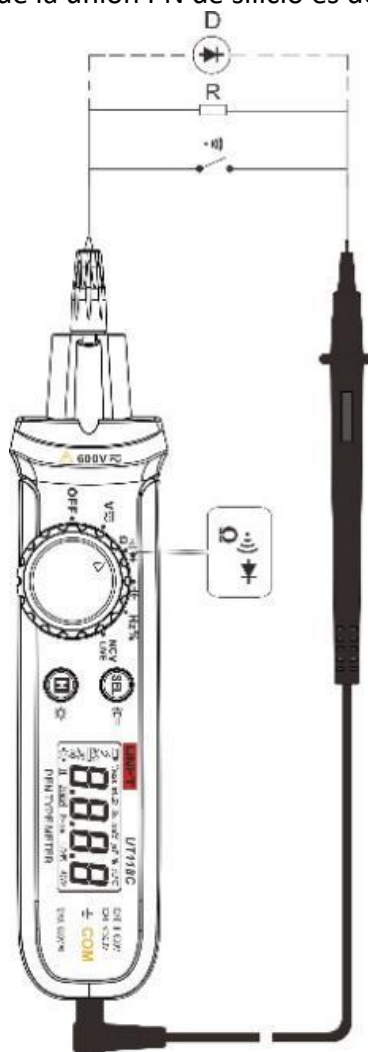

Figura 4
11.2 Medición de la continuidad, la resistencia y el diodo (Figura 4)